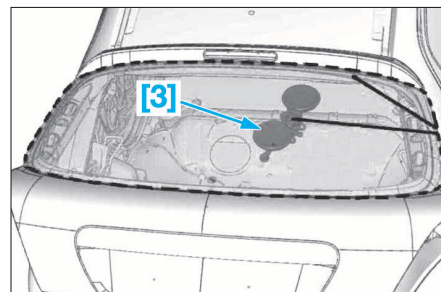

FIG. 120
- Accrocher la corde à un outil (3) où équivalent (Fig.120).